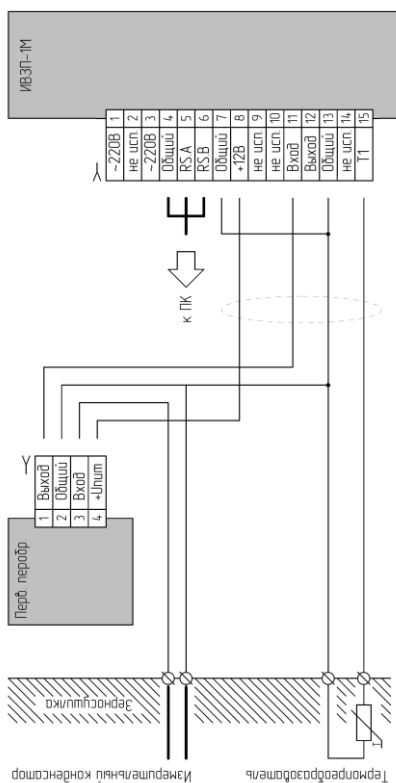

Рис. 5
6.4. Подключить контроллер в соответствии с Рис. 5.